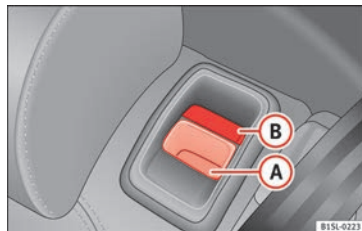

Abb. 136 Rücksitz: Entriegelungstaste **A**; rote Markierung **B**.
- Entriegelungstaste » **Abb. 136 A** nach vorn ziehen und gleichzeitig die Rücksitzlehne vorklappen.